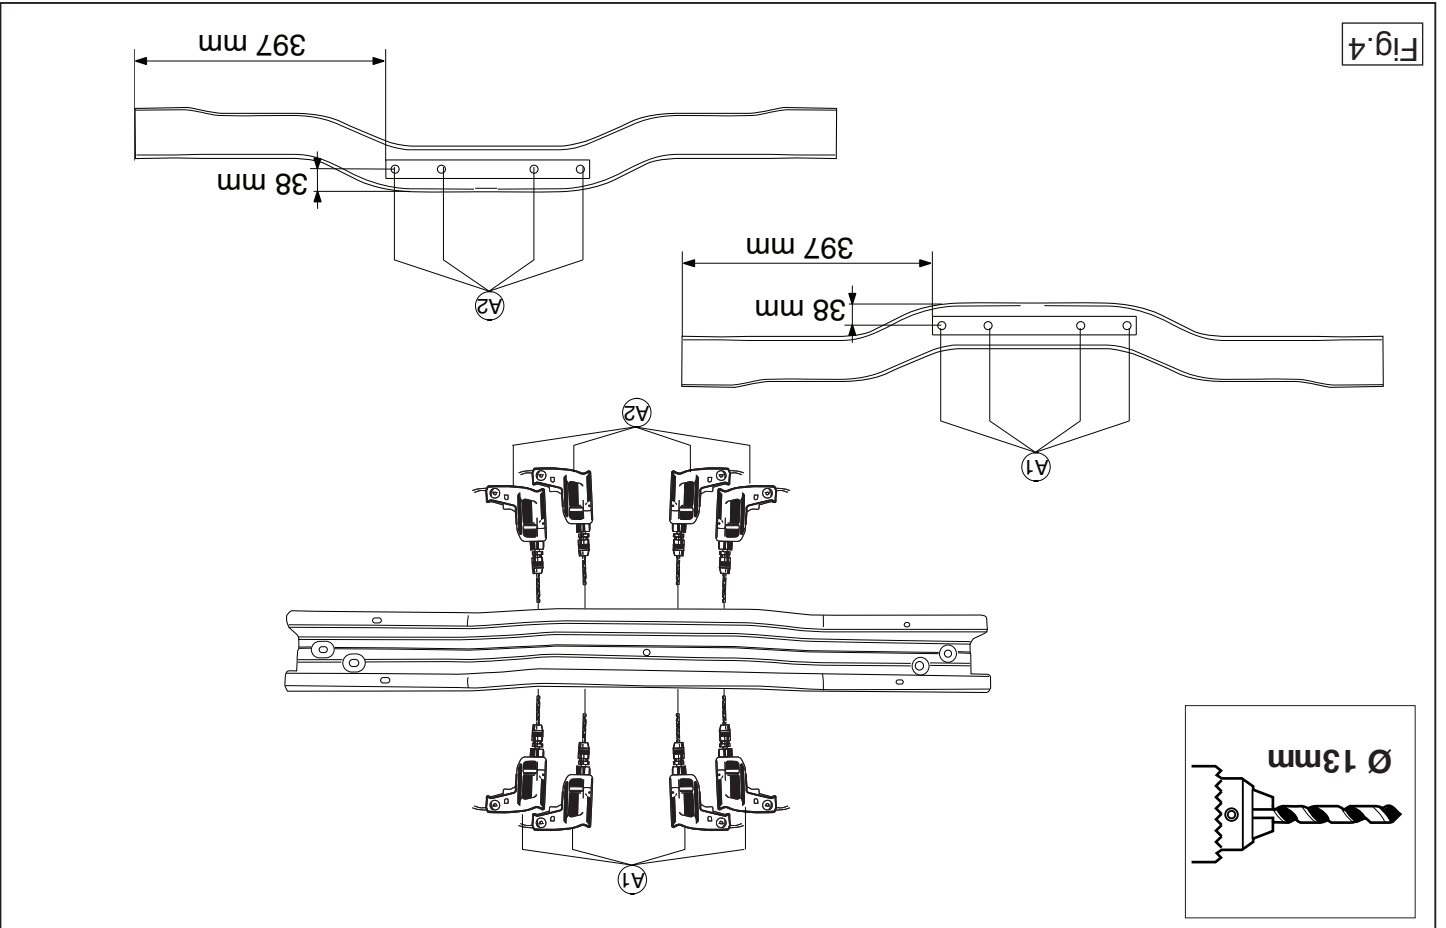

Fig. 4
9. Drill holes A right through to a diameter of 13 mm. (see fig. 4).
9. Die Löcher A etwa 13 mm durchbohren. (Siehe Abbildung 4).
9. Percer les trous A de 13 mm de diamètre de par en par. (Voir la figure 4).
9. Bor hullerne A \varnothing 13 mm igennem. (Se fig.4).